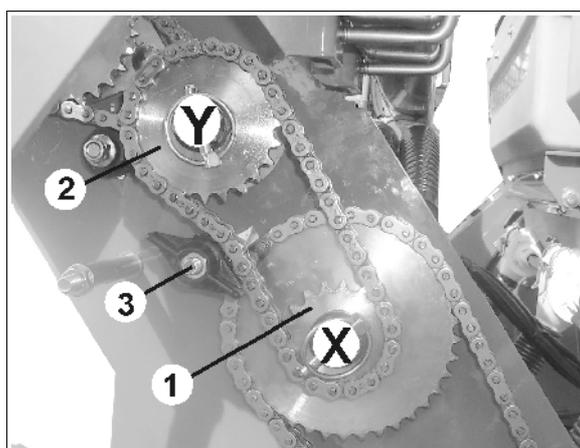

Fig. 51
3. Desserrer les écrous (Fig. 51/2) pour détendre le tendeur de chaîne.
4. Enlever la goupille d'arrêt des pignons (Fig. 51/1, 2).
5. Enlever des arbres six pans les deux pignons (Fig. 51/1, 2) avec la chaîne.
6. Monter les pignons (Fig. 51/1, 2) avec la chaîne remplacée sur les arbres six pans et goupiller en sécurité.